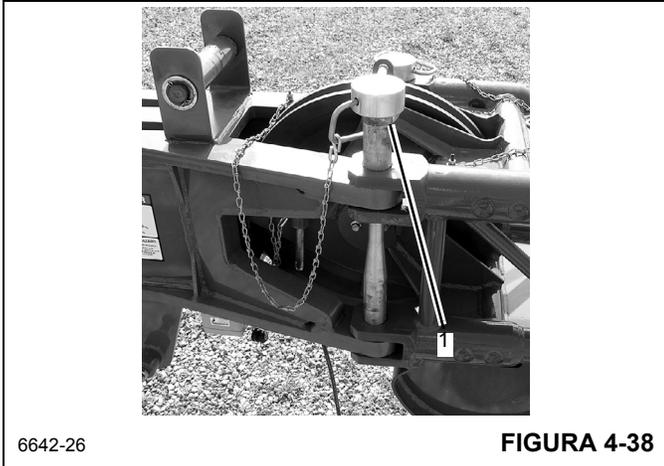

FIGURA 4-38
4. Retire la pinza de retención y el pasador de retención de la sección de extremo del lado izquierdo (1, Figura 4-38). Coloque el pasador en el retenedor.